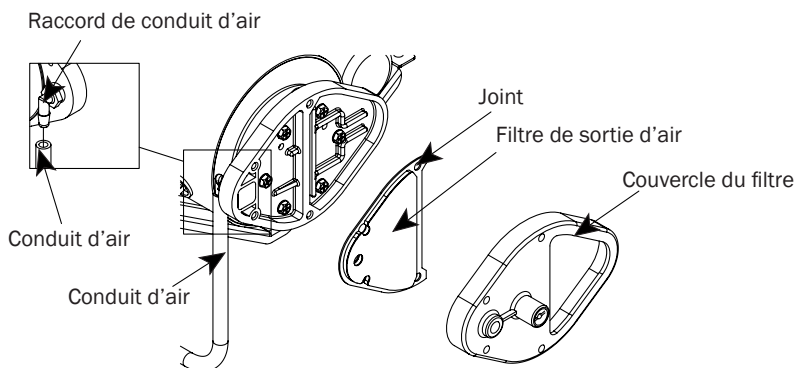

Figure 14 - Vérification des fuites d'air près de la pompe.
- Retirez le conduit d'air du raccord de conduit d'air (voir figure 14) et de l'adaptateur de buse (voir buse, page 14).